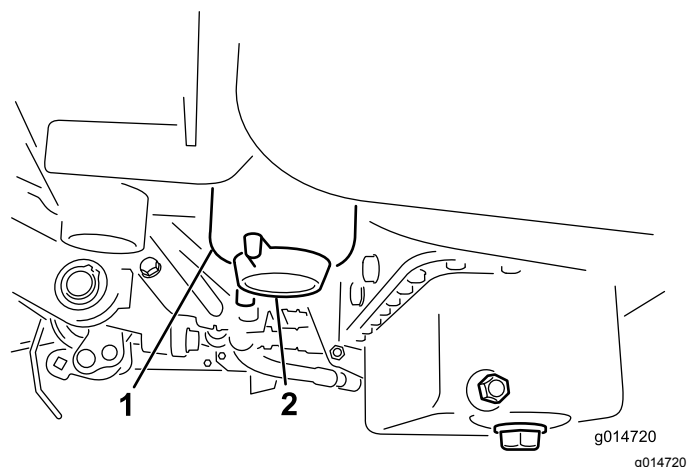

Figura 34
2. Limpe a zona de montagem do recipiente do filtro (Figura 34).
4. Abra o tampão de escoamento do filtro (Figura 34).